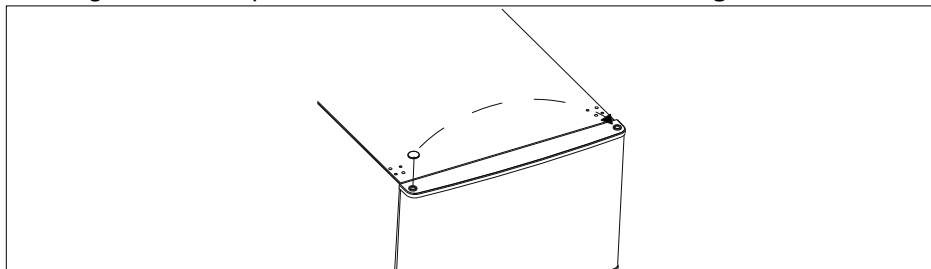

Fig. 5
- ▶ Retirez le bouchon borgne du tenon de charnière du côté gauche de la porte du réfrigérateur (4) et placez-le dans le trou du côté droit (voir **fig. 5**).